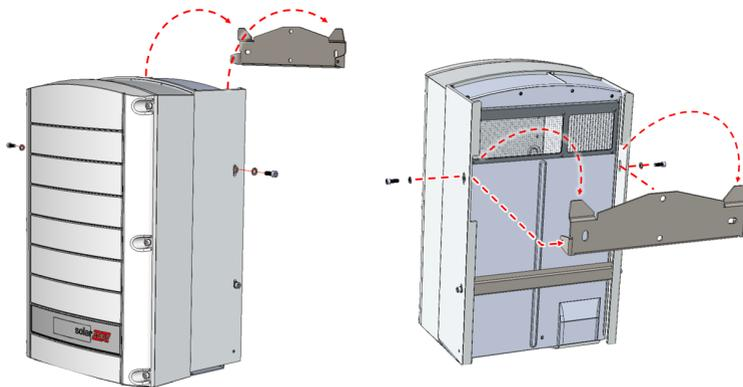

Figura 11: Aggancio dell'inverter sulle staffe
5. Agganciare l'inverter alla staffa (vedi *Figura 11*):
3. Agganciare l'inverter alla staffa (vedi *Figura 11*):
6. Agganciare l'inverter alla staffa (vedi *Figura 11*):